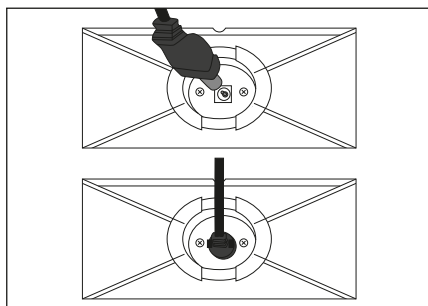

Fig. 5
- 2) Insérez la fiche creuse **11** de l'adaptateur secteur **10** dans le raccord situé sous le support d'appareil **17**. Passez le câble de l'adaptateur secteur **10** dans l'évidement situé à l'arrière de la station de recharge **15** (voir fig. 5).